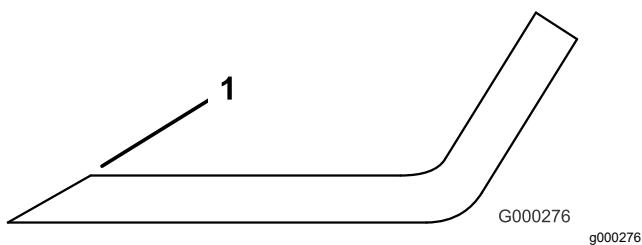

Figure 131
3. Examinez les tranchants de toutes les lames et aiguissez-les s'ils sont émoussés ou ébréchés (Figure 131).
Remarque: N'aiguissez que le haut du tranchant et conservez l'angle de coupe d'origine pour obtenir une coupe nette (Figure 131). Limez la même quantité de métal sur les deux tranchants pour ne pas déséquilibrer la lame.